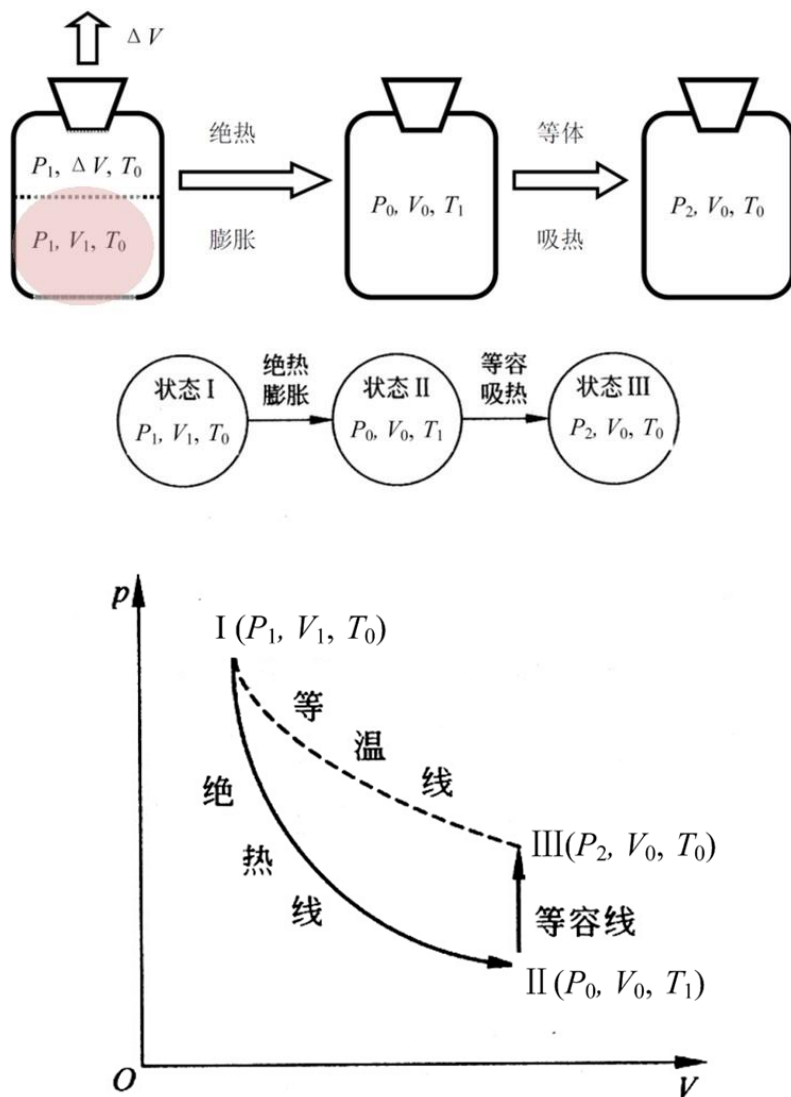

图 2 气体状态变化及 PV 图
(2)打开充气阀 C_2 用充气球向瓶内打气, 充入一定量的气体, 然后关闭充气阀 C_2 。此时瓶内空气被压缩, 压强增大, 温度升高。等待内部气体温度稳定, 即达到与周围温度平衡, 此时的研究的气体处于状态 I (P_1, V_1, T_0)。虽然瓶为气体的体积为贮气瓶容积 V_0 , 而仅有 V_1 部分 ($V_1 < V_0$) 是实验研究的对象, 如图 2。
由状态 I \rightarrow II \rightarrow III的过程如图 2 所示。I \rightarrow II 是绝热过程，由绝热过程方程得：